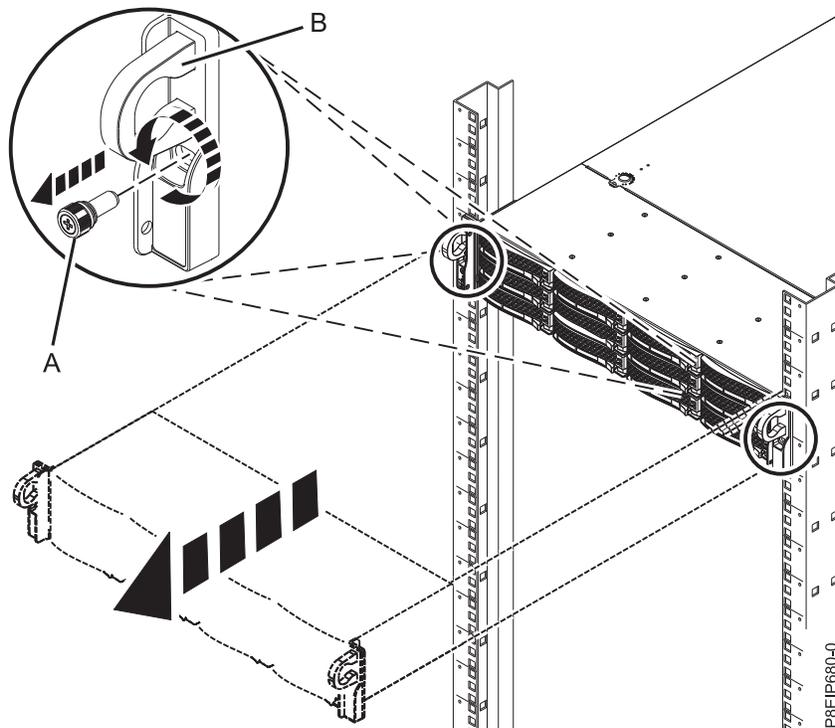

図 97. 前面のねじの取り外しとラックからのシステムの取り外し
3. システムの両側から、システムをラックに固定している前面のねじ (A) を取り外します (99 ページの図 97 を参照)。